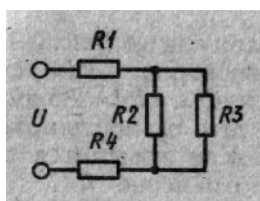

Рис. 4
4. На рис. 4 представлена схема электрической цепи с источником, имеющим  $U = 50$  В, нагруженным на потребитель, состоящий из резисторов  $R_1 = 80$  Ом,  $R_2 = 300$  Ом,  $R_3 = 700$  Ом,  $R_4 = 110$  Ом.